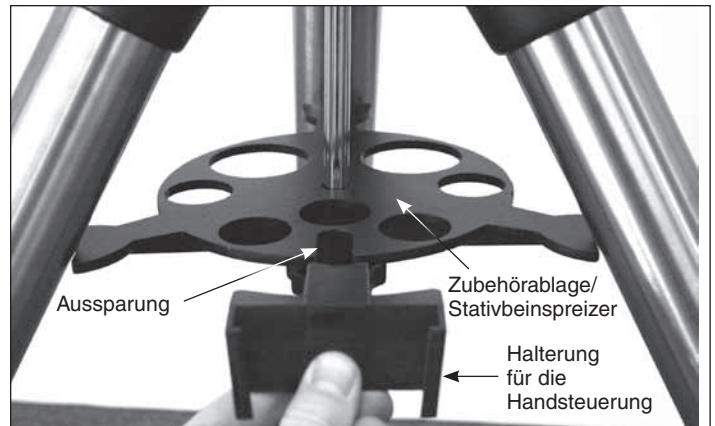

Abbildung 6. Die Halterung der Handsteuerung wird auf die Aussparung an der Zubehörablage gesteckt.
3. Schieben Sie die Handsteuerung in die U-förmige Halterung an der Zubehörablage / dem Stativbeinspreizer (**Abbildung 6**).